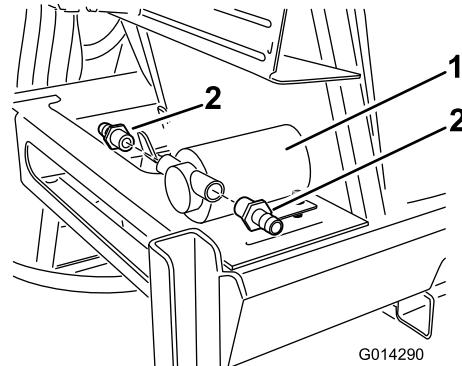

Figura 20
3. Individuate nelle parti sciolte i connettori diritti scanalati per flessibili e montate il connettore sulle aperture di ingresso e uscita della pompa del serbatoio di lavaggio (Figura 20).